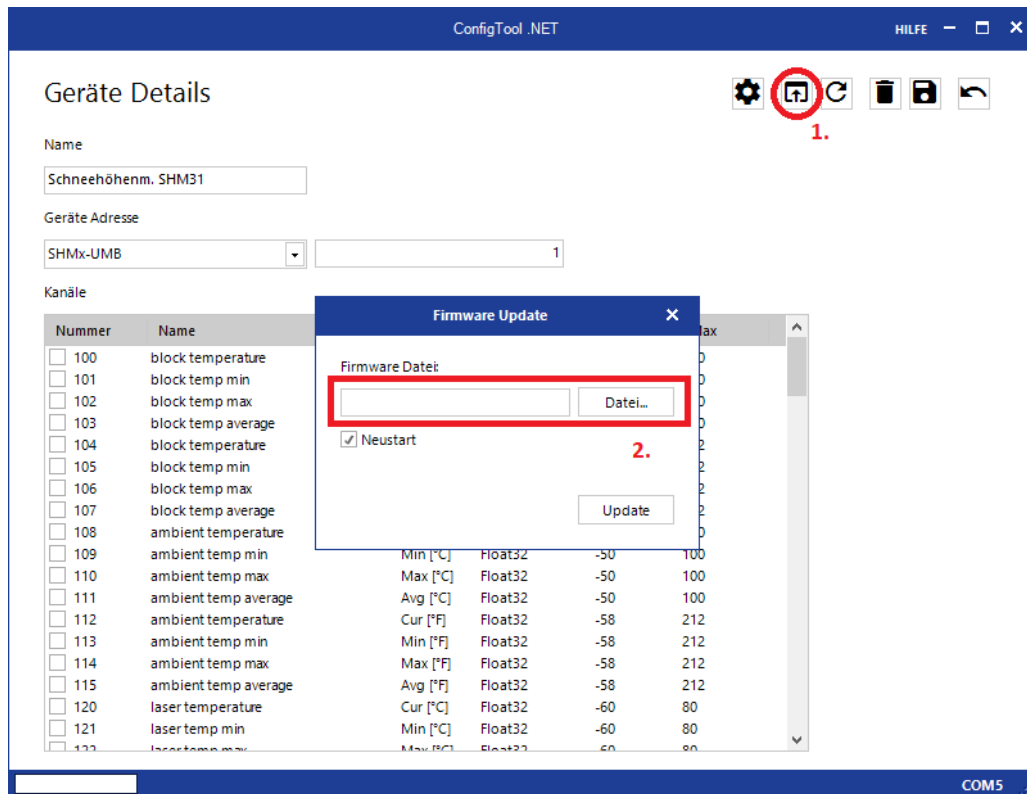

Abbildung 33: Durchführen eines Firmwareupdates
4. Auf das Update-Symbol klicken und die heruntergeladene Firmwaredatei im Fenster „Firmware-Update“ auswählen. Im Anschluss auf „Update“ klicken (Abbildung 33)